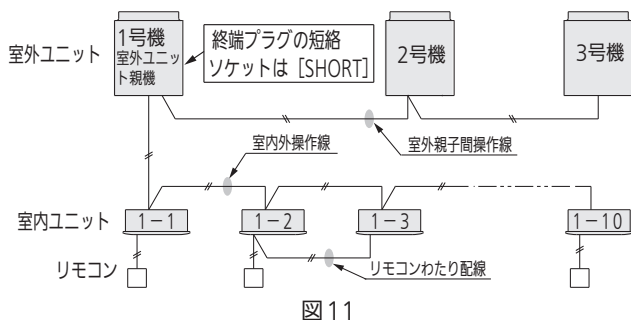

図11
- 1冷媒系統の場合は、1か所の終端プラグを [SHORT] (出荷時のまま)にする。(S-LINK アダプターは [ON]にする)(図11)